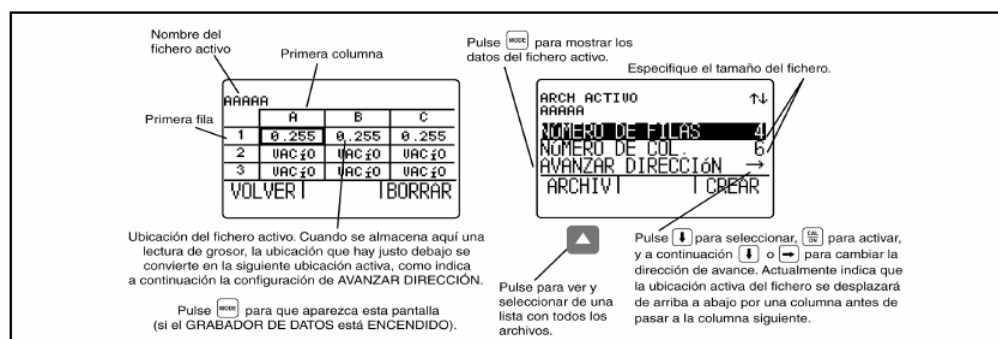

Figura 5-2 Determinar el tamaño y la orientación del fichero del registrador de datos
- La primera posición de almacenamientos (PART INF) del fichero del registrador de datos (en la figura 5-2 se describe la estructura del lugar de almacenamiento).
- La dirección de avance (descrita en la Figura 5-2)
En primer lugar, tiene que activar el registrador de datos en la pantalla CONFIGURACIÓN (ponerlo en CONEC). Cuando el registrador de datos está activo, el contenido del fichero actual del registrador de datos se visualiza en la cuadrícula de navegación del fichero (Figura 5-2).
Cuando se activa el registrador de datos, el contenido del fichero activo aparece en la cuadrícula de navegación del fichero que aparece en la Figura 5-2. Cuando dicha puerta de
Paso 1: Presione  para acceder a la pantalla del fichero, como se indica en la Figura 5-2.